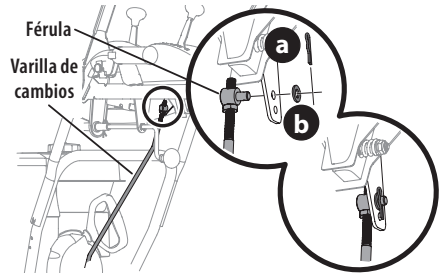

Figura 32
- Extraiga el pasador de chaveta (a) y la arandela (b) de la férula que está en el extremo de la varilla de cambios (Figura 32, recuadro).
- Inserte la férula en el orificio superior de la palanca de cambios y sujétela con el pasador de chaveta (a) y la arandela (b) que extrajo en el Paso 8 (Figura 32). Es posible que sea necesario ajustar la férula hacia arriba o abajo.